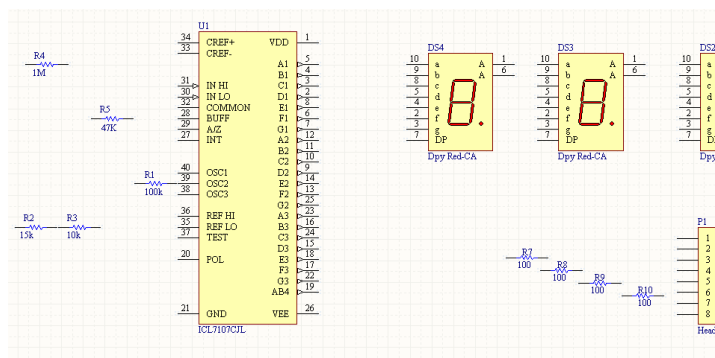

图 2.147 设置完阻值后的电阻
(9) 在元件列表下方的元件模型列表中选择“2012[0805]”封装，单击“OK”按钮，关闭“Browse Libraries”对话框。
(10) 在“Place Part”对话框中的“Designator”编辑框内输入“R1”，将贴片电阻的编号设置为“R1”，然后单击“OK”按钮，关闭该对话框。
(11) 在原理图中依次单击鼠标左键五次，布置五个电阻，系统会自动按照布置的次序，给五个电阻分别编号“R1”~“R5”，然后设置编号为“R7”，接着在接头“P1”左侧布置编号为“R7”~“R10”的四个电阻。
(12) 在电阻“R1”上双击鼠标左键，打开“Component Properties”对话框，在对话框右侧的“Parameters for R1-Res Semi”列表中的“Value”行中设置其“Value”值为 100k，取消“Comment”右侧的“Visible”勾选状态，单击“OK”按钮，将电阻“R1”的阻值设置为 100k Ω 。
(13) 按照步骤(12)的方法，设置“R2”的阻值为 15k Ω ，“R3”的阻值为 10k Ω ，“R4”的阻值为 1M Ω ，“R5”的阻值为 47k Ω ，“R7”~“R10”的阻值为 100 Ω ，如图 2.147 所示。